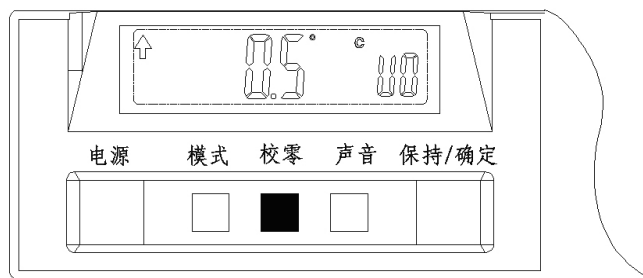

图 G-11
- 1) 将坡度计放置在平面上，轻压【校零】按钮一次，坡度计液晶显示区右侧小字体显示为“U0”，进入校零模式，见图 G-11；